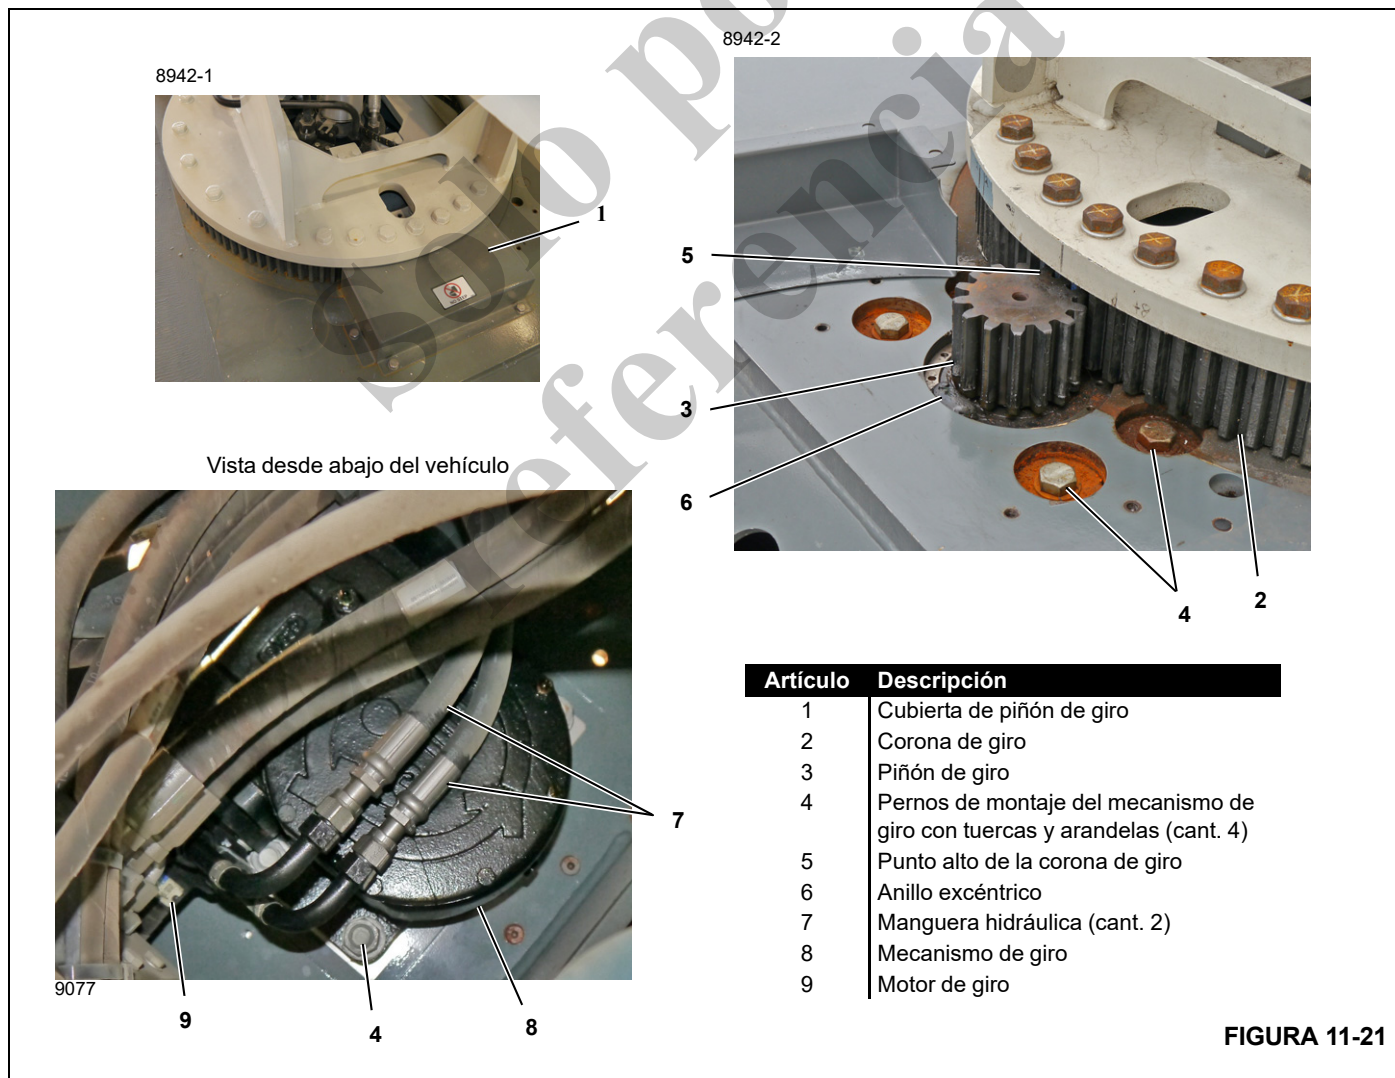

FIGURA 11-21
3. Prepare el mecanismo de giro, como sigue (vea la Figura 11-21):
- a. Retire la cubierta de piñón de giro (1).
- b. Afloje levemente los cuatro pernos de montaje (4) del mecanismo de giro.
- c. Gire el anillo excéntrico (6) con una llave de tuercas ajustable para proveer la distancia máxima entre el piñón de giro (3) y la corona de giro (2).
10. Ajuste el mecanismo de giro, como sigue (vea la Figura 11-21):
- a. Use una llave de tuercas ajustable para girar el anillo excéntrico (6) de modo que el piñón de giro (3) esté en pleno contacto con la corona de giro (2).
- b. Apriete los cuatro pernos de montaje (4) del mecanismo de giro a 202 ± 5 lb-pie.
- c. Instale la cubierta del piñón de giro (1).
Vea la Figura 11-21 para los procedimientos siguientes.
Vea la Figura 11-21 para el procedimiento siguiente.